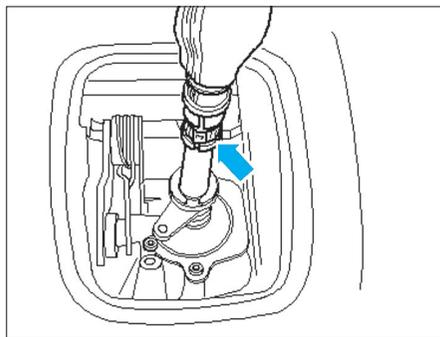

Fig. 26
- Détruire le collier de serrage (flèche) et retirer le pommeau avec le cache (Fig.26).